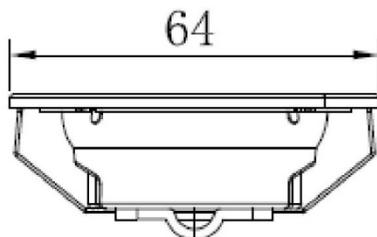

Abb. 1
- Verwenden Sie ein Werkzeug oder die Hand, um den Federsplint auf beiden Seiten der LED-Leuchte nach innen zu drücken, bis die Leuchte herausgedrückt ist, siehe Bild 1. Ziehen Sie dann das Lichtanschlusskabel vorsichtig heraus, und lösen Sie die Klemme des Lichtanschlusses. Siehe Abb. 2